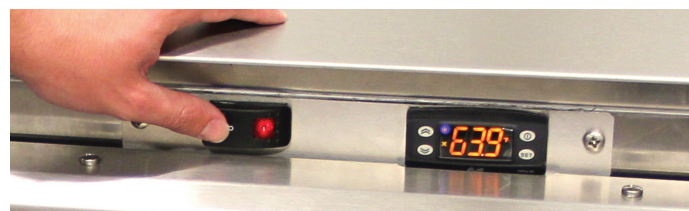

Fig. 17
2. Coloque el interruptor de encendido en la posición «OFF» (Fig. 17). Abra las bandejas por completo. Espere 30 minutos para que las bandejas alcancen la temperatura ambiente.